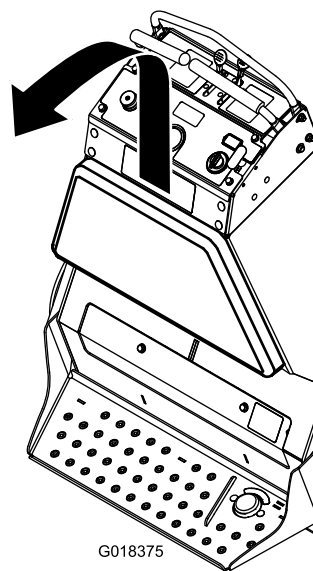

Bild 4
- Lösen Sie die vier Schrauben im Rahmen, mit denen das hintere Polster am Gerät befestigt ist. Heben Sie das Polster hoch und ziehen es nach hinten, um es zu entfernen (Bild 4).